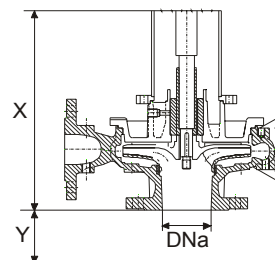

Fig. 2: Niveaux pour le calcul du niveau minimum
Sur le mode d'exécution "A", la lubrification est assurée par la présence d'un niveau de liquide minimum dans le bac. (voir fig.2 et tableau 1)
3. Mettre la pompe en marche seulement après l'avoir plongée dans le réservoir, ayant prévu un niveau de liquide minimum de façon à éviter un fonctionnement à sec des douilles. (tab. 1, fig. 2)